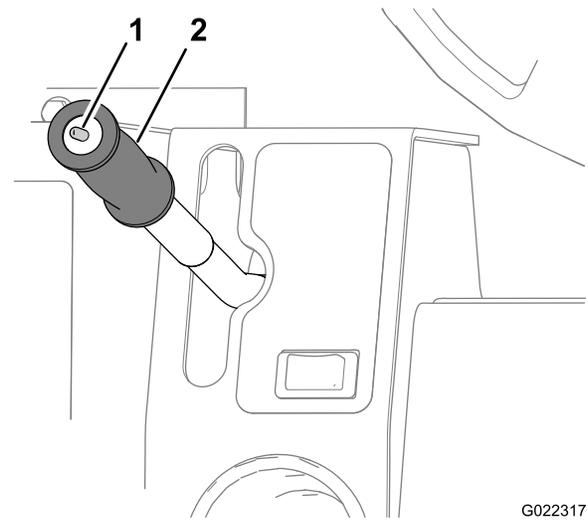

Figura 26
Este interruptor basculante (Figura 26) controla el modo del motor hidráulico, y tiene 2 posiciones: Transporte y Trabajo. Seleccione la posición de funcionamiento deseada. Presione el interruptor hacia atrás (hacia usted) para seleccionar la velocidad de Trabajo (W), o presione el interruptor hacia adelante (alejándolo) para seleccionar la velocidad de transporte (I).